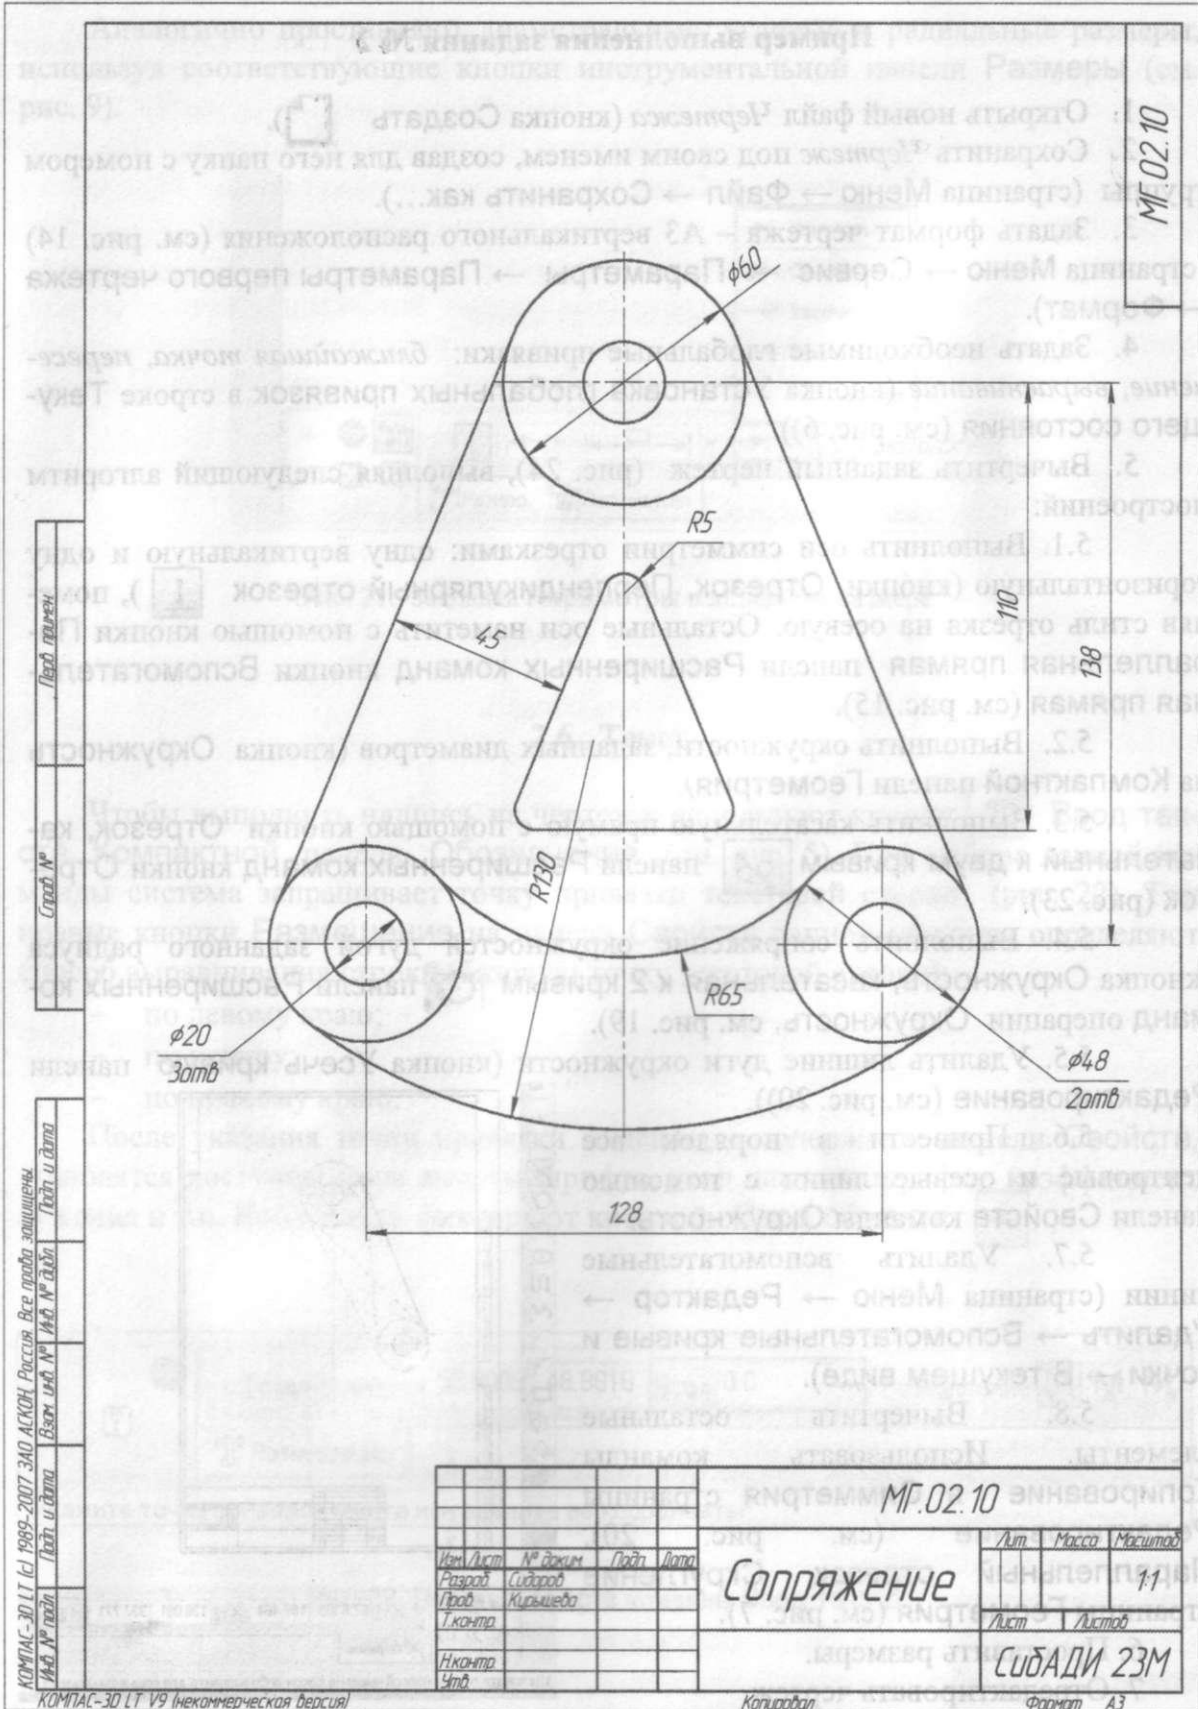

Рис. 24. Пример выполнения задания № 2
5. Вычертить заданный чертеж (рис. 24), выполняя следующий алгоритм построений: